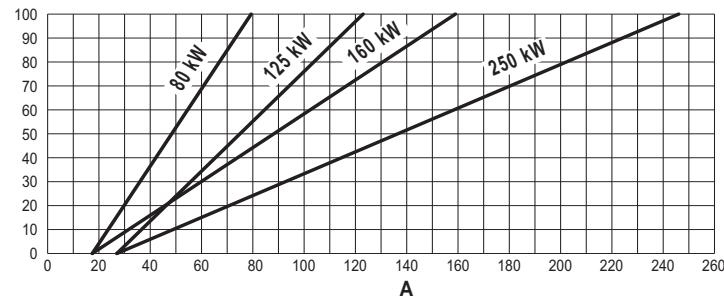

рис. 60
- Нажмите на кнопки отопительной системы (поз. 3 и 4 - рис. 1) для увеличения или уменьшения мощности (минимальная мощность = 00 - максимальная мощность = 100). См. диаграмму "Регулировка теплового расхода" (рис. 60).